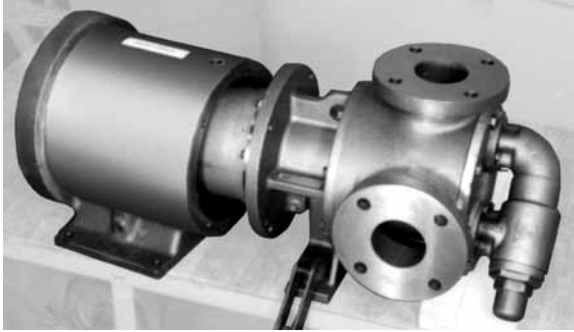

FIGURA 11
4. Para facilitar el desensamble, es posible que sea necesario deslizar un bloque de madera bajo la carcasa de la bomba o fijar la base de la bomba como se muestra, ya que la bomba no se equilibrará sobre la base por sí sola. Consulte la **Figura 11**. Retire los tornillos prisioneros (4) de 0,50 pulg. fijando la bomba al soporte de acoplamiento. Después de separar levemente el soporte, tendrá una tendencia a atraerse a un lado debido al magneto interno. Aleje completamente el soporte de acoplamiento.